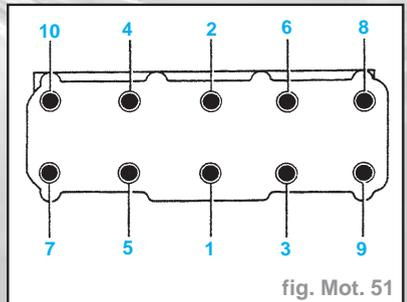

fig. Mot. 51
- Serrer les boulons de culasse dans l'ordre indiqué en procédant comme suit (fig. Mot. 51) :
- Pour le centrage, visser les pivots de guidage 3450 (moteur 1,6l) ou 3070 (moteur 1,8l) dans les alésages des boulons de culasse 8 et 10 (fig. Mot. 51).